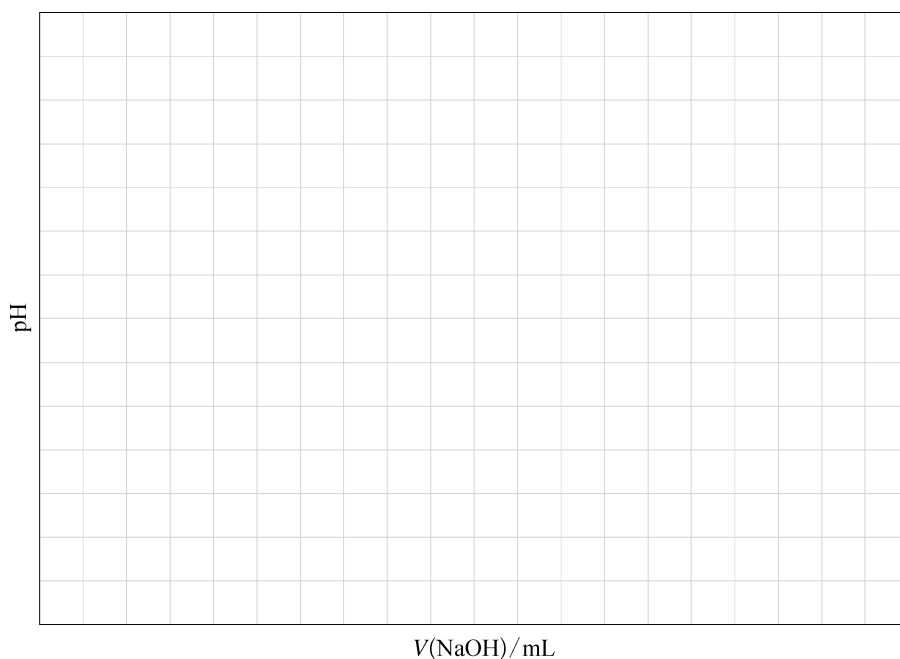

图 3.1 溶液 pH 随 NaOH 溶液体积变化的曲线
2. 向 20.00 mL $0.1000 \text{ mol} \cdot \text{L}^{-1}$ 盐酸中逐滴加入 $0.1000 \text{ mol} \cdot \text{L}^{-1}$ NaOH 溶液,溶液的 pH 与滴入 NaOH 溶液体积的实验数据如下表所示。请在图 3.1 中画出溶液 pH 随 NaOH 溶液体积变化的曲线并描述 pH 变化的特点。